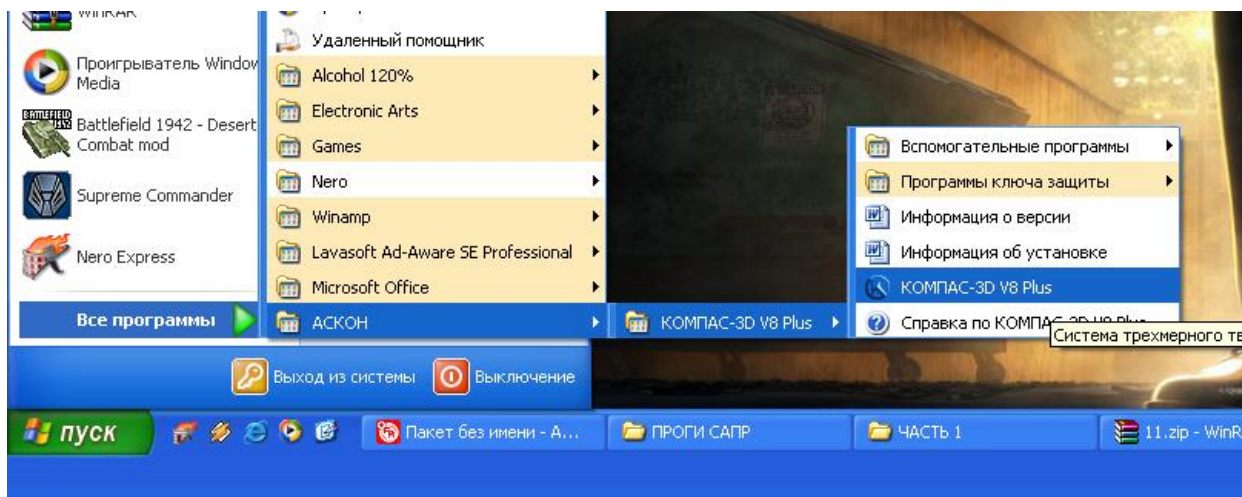

РИС.1
1.1. Запуск программы осуществляется через меню ПУСК (рис.1).